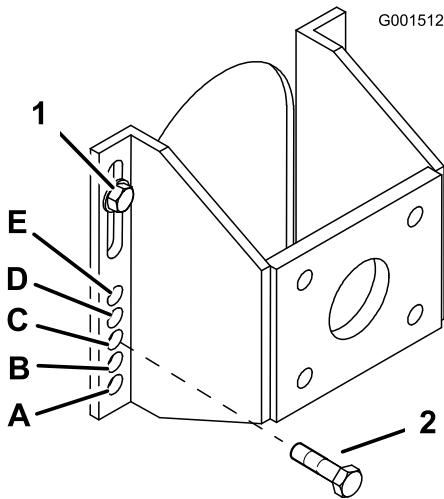

Bild 16
5. Lösen Sie die zwei oberen Achsenschrauben (nicht abnehmen) (Bild 16).
6. Nehmen Sie die zwei unteren Achsenschrauben ab (Bild 16).
7. Heben Sie die Befestigungshalterung an oder senken sie ab, sodass Sie die zwei Achseneinstellschrauben in das gewünschte Loch setzen können (Bild 16). Mit einem abgeschrägten Stanzer können die Löcher ausgefluchtet werden.